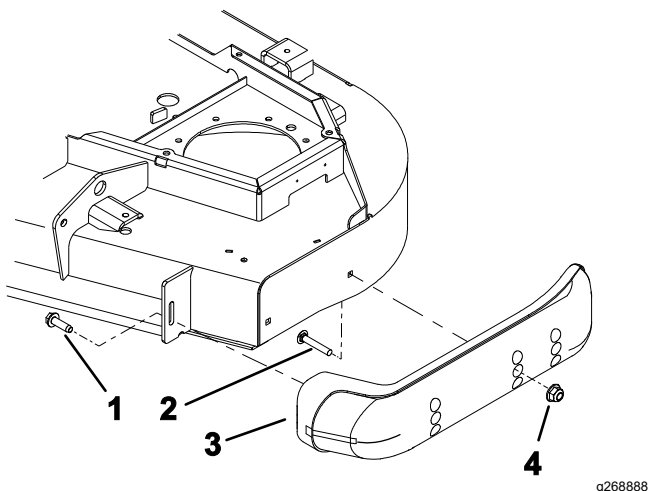

图 12
3. 松开各个防滑块前部的螺丝图 12。
5. 将各个防滑块移到所需位置并用凸缘头螺栓和螺母进行固定图 12。